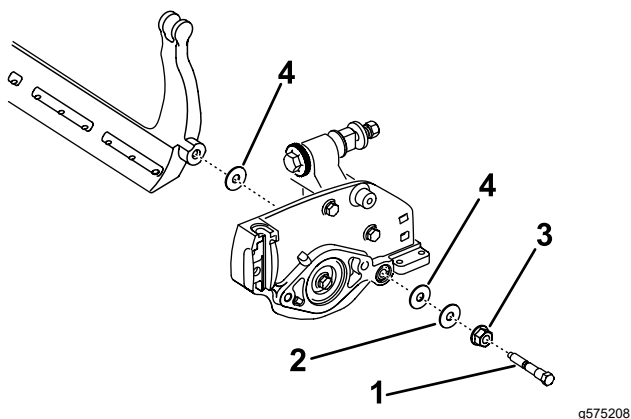

Figure 19
Mettez de côté 2 rondelles en nylon et 1 rondelle en acier à chaque extrémité de la barre d'appui (Figure 19).
3. Placez une rondelle en nylon de chaque côté du bossage de la plaque latérale. Placez une rondelle en acier à l'extérieur de chaque rondelle en nylon (Figure 19).